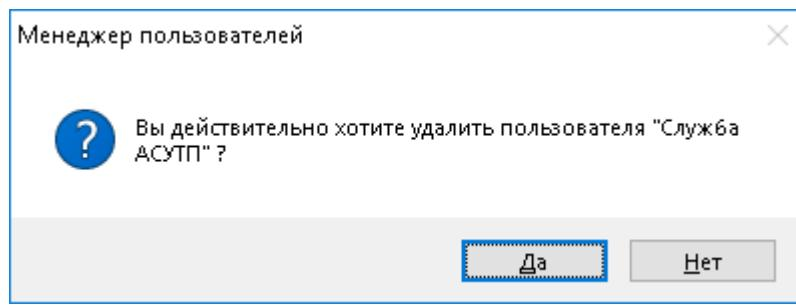

Рисунок 5.1.5 - Форма удаления Пользователей системы
- **Удалить** – функция удаления текущего Пользователя из системы (имеет иконку в панели инструментов и горячую клавишу «**Del**»). Для удаления Пользователя, необходимо щелкнуть курсором мыши на Пользователя в списке Пользователей, которого Вы хотите удалить. После выбора Пользователя нажмите клавишу «**Del**», при этом на экране появится окно подтверждения удаления Пользователя (рисунок 5.1.5). При щелчке на кнопке «**Да**» произойдет удаление выбранного Пользователя из системы, при щелчке на кнопке «**Нет**» или нажатии клавиши «**Esc**» - отказ от удаления и возврат в основное окно программы.